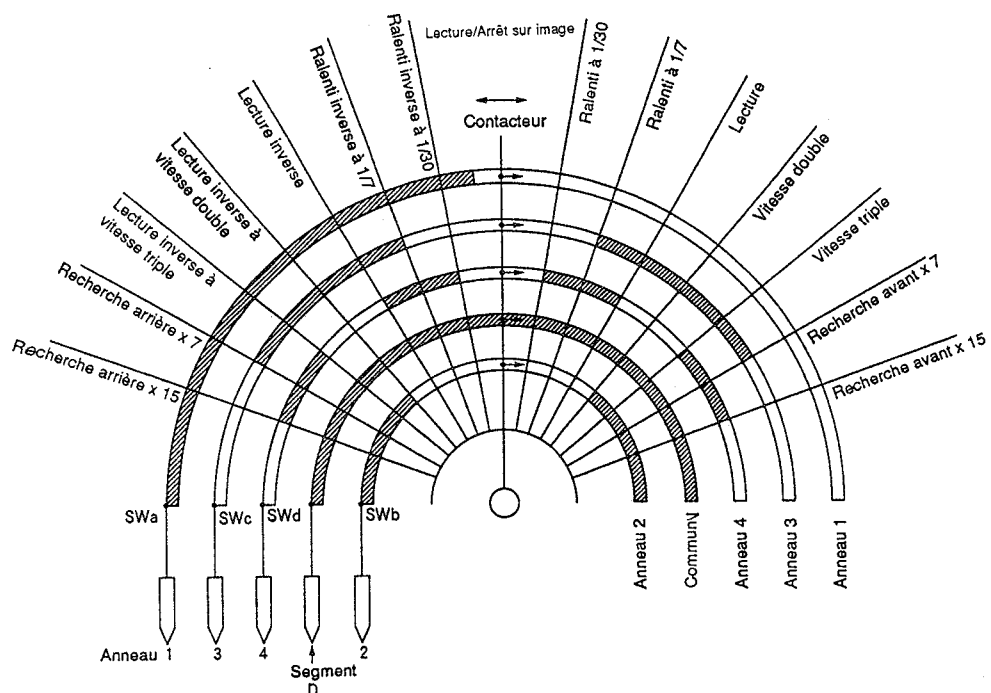
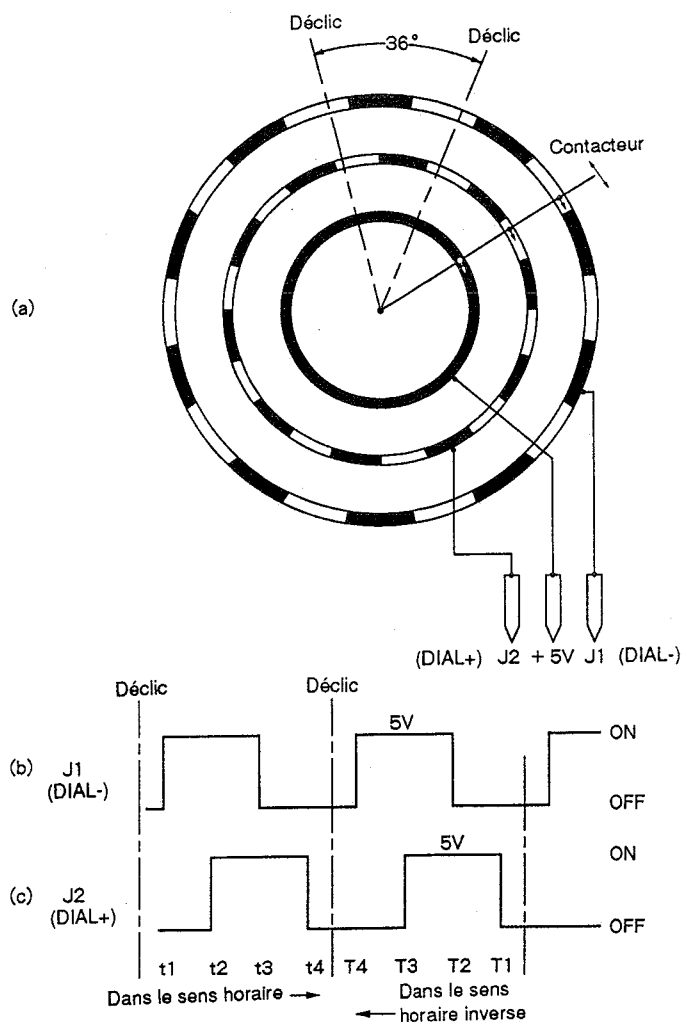
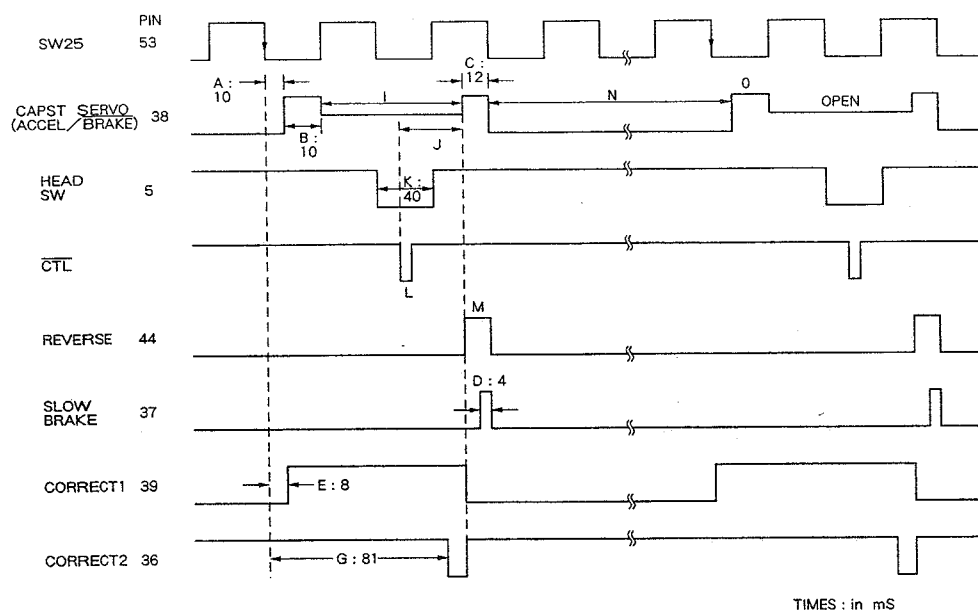

Fig. 1-4 Commutateur de navette va-et-vient
Fig. 1-5 Commutateur de marche par impulsions
Fig. 1-6 Diagramme des temps d'entraînement lent
Les figures 1-4 et 1-5 représentent la configuration du commutateur de navette va-et-vient et du commutateur de marche par impulsions. Lorsque le volant de marche par impulsions est manoeuvré, les interrupteurs incorporés au commutateur de marche par impulsions, Se et Sf, se commutent successivement sur marche-arrêt et produisent ainsi des impulsions, DIAL- et DIAL+, comme représenté sur la figure 1-5 (b) et (c). Les impulsions DIAL- et DIAL+ produites sont appliquées aux broches 5 et 6 du microprocesseur de programmeur. Quand le volant de marche par impulsions est tourné dans le sens horaire, l'impulsion DIAL- produite progresse vers une impulsion DIAL+ et ceci fait que le microprocesseur de programmeur transmet une instruction d'avance d'image au microprocesseur de commande de système par l'intermédiaire de la broche 17 DATA (TI-S) à chaque fois qu'une impulsion DIAL+ est appliquée. Quand le microprocesseur de commande de système reçoit l'instruction d'avance d'image, il délivre les impulsions qui sont représentées sur la figure 1-6 de façon à provoquer une avance de la bande de l'ordre d'une image. Si le volant de marche par impulsions est manoeuvré dans le sens inverse, l'impulsion DIAL- est retardée par l'impulsion
Quand l'avance image par image est commandée, le microprocesseur de commande de système délivre une impulsion d'accélération (B) telle qu'elle représentée sur la figure 1-6 au moteur d'entraînement de cabestan par l'intermédiaire de la broche 38 ACCEL/BRAKE afin d'accélérer la vitesse d'entraînement de la bande. Au cours de l'intervalle I qui suit l'impulsion B, la bande est entraînée par le circuit d'asservissement de cabestan. Avec l'entraînement de la bande, une impulsion CTL (L) est produite et après un intervalle déterminé (J) à partir de l'impulsion CTL, une impulsion d'accélération (C) et une impulsion d'entraînement en sens inverse (M) sont délivrées pour freiner la bande. Après l'application de l'impulsion C et pendant l'intervalle N, la broche 38 du microprocesseur de commande de système est mise à l'état "Lo" de façon à interrompre l'entraînement de la bande et pour que l'appareil produise un arrêt sur image. Il en résulte que l'avance d'une image est obtenue. Comme l'instruction d'avance image par image est appliquée successivement, le microprocesseur de commande de système provoque une avance de la bande image par image sans aucune interruption.